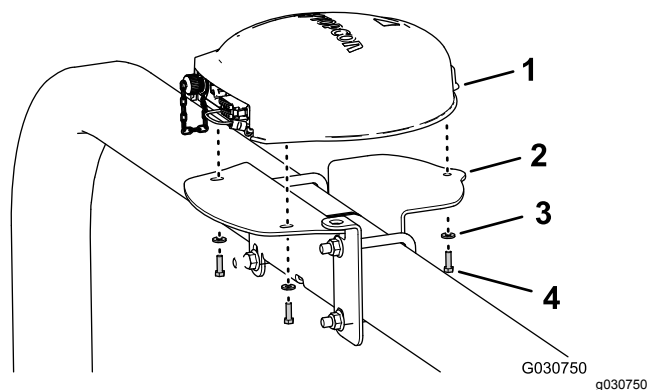

図 145
4. 受信機底部の3本のねじ部を、マウントの3つの穴に合わせる 図 145。
5. 受信機をマウント荷台に固定する 図 145六角ヘッドボルト5 x 16mm3本と、ワッシャ5 x 16mm3枚を使用する。